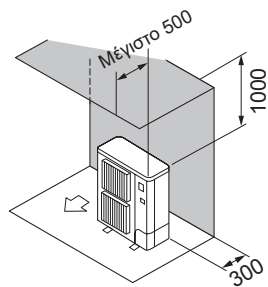

Fig. 2-8
- ② Εμπόδια στην πίσω και επάνω πλευρά μόνο (Fig. 2-8)